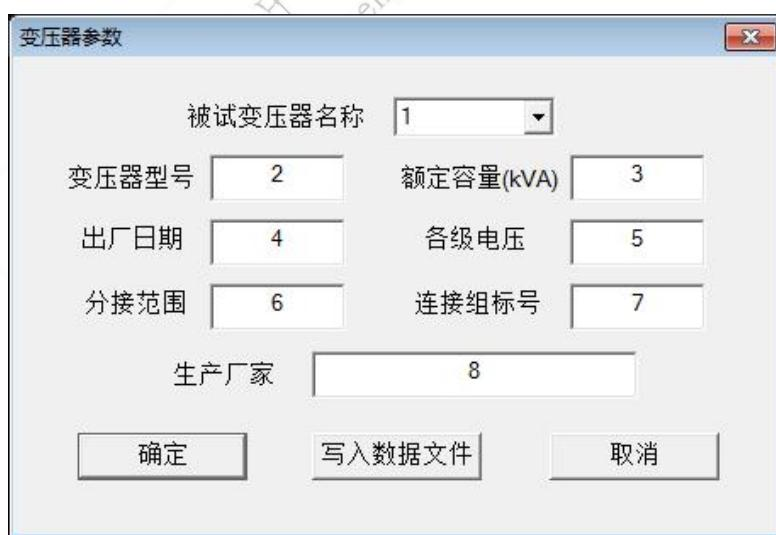

图 21
1.3.1 设置变压器参数，选择此项目后，会打开一个变压器各项参数的对话框，如图 21。设置好各个参数后，按“确认”键保存输入数据，按“取消”键放弃输入数据，按“写入数据文件”键则将此变压器参数写入到已选择的历史曲线文件中，覆盖掉这些文件以前的变压器参数。（此功能是针对在变压器现场测试时，临时简单设置了变压器参数，再测试完成后重新想修改已保存的变压器参数的情况。）